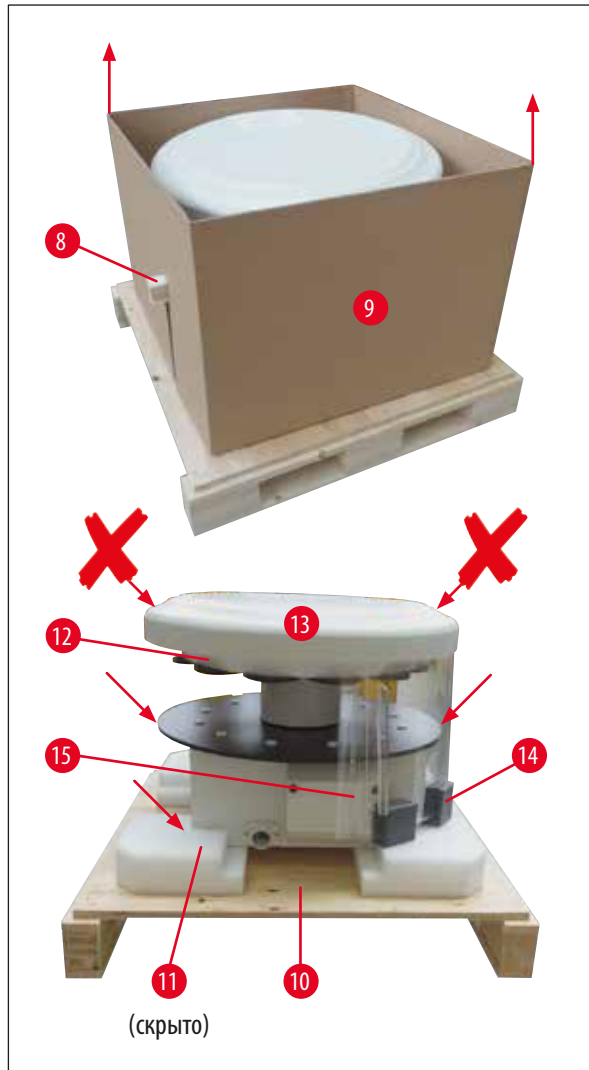

рис. 11
- Возьмите прибор (с помощником) за платформу для емкостей с реактивами или нижнюю часть корпуса (см. (→ рис. 11), (→ рис. 11-10) ниже) и поднимите его с основания (→ рис. 11-10).